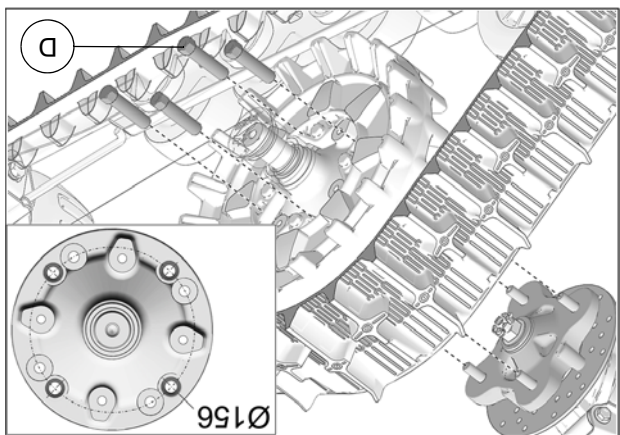

Fig. 28
11. Fixer le système de traction au moyen de roue avant. Utiliser le cercle de perçage de $\varnothing 156$ mm et les écrous de roue M12 (D) fournis. Voir la Fig. 28